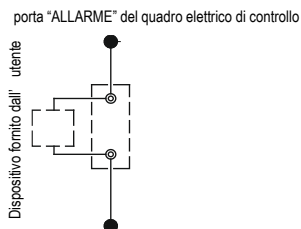

Fig. 8-23: Collegamento della porta del ALLARME
- Per lo scambiatore di calore, è necessario installare tubi di bypass e valvole di bypass come mostrato in Fig. 8-23 per facilitare la pulizia del sistema di passaggio dell'acqua esterno prima della messa in funzione dell'unità. Durante la manutenzione, il passaggio dell'acqua attraverso lo scambiatore di calore può essere interrotto senza intaccare le funzioni gli altri scambiatori di calore.